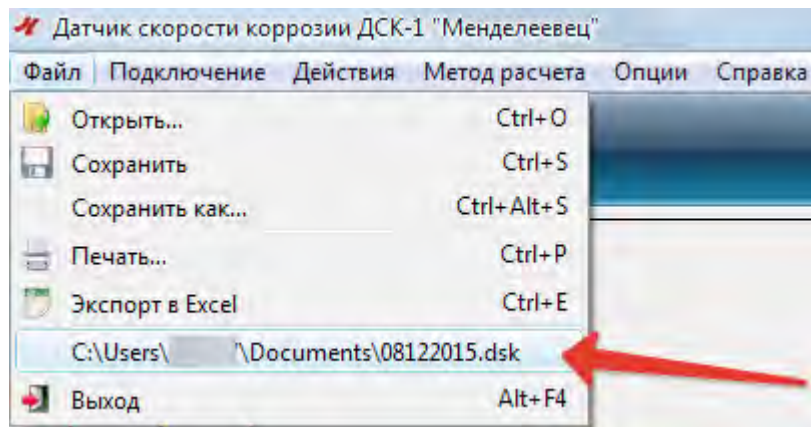

Рисунок 46 – Доступ к вновь созданным и недавно открытым файлам записей
3.16.2 Открытие файлов доступно только без подключенного датчика. Поддерживается функция открытия недавно созданных и недавно открытых файлов измерений (рисунок 46).